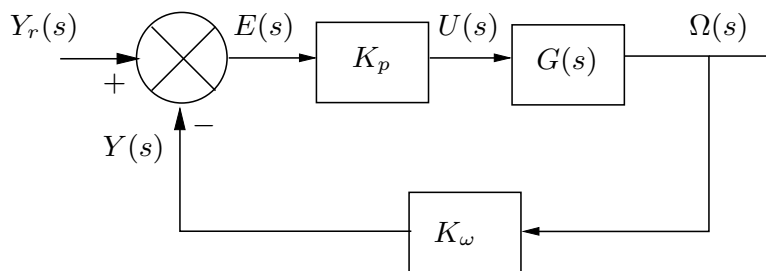

FIG. 1 – Schéma de l'asservissement de vitesse du MCC
7. L'asservissement de vitesse du moteur à courant continu est défini à la figure 1. Il comporte un correcteur proportionnel de gain $K_p = 10$. La fonction de transfert du capteur de vitesse est assimilée à un gain pur noté K_ω . La sortie de ce capteur valant 10 V pour une vitesse de rotation de $3000\text{ tours}/\text{min}$ calculer K_ω en unités SI.
3. Définir le système en boucle fermée selon le schéma de la figure 1 avec $K_p = 100$. Sur une même figure, tracer la consigne et la réponse indicielle du système en boucle fermée.